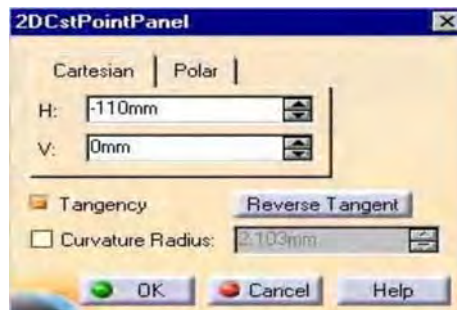

Figura 2.16: VENTANA 2DCSTPOINTPANEL.
- 2) Si se editan los puntos las coordenadas se pueden modificar e incluso aplicar las condiciones de tangencia o curvatura necesarias en el diseño en la ventana de dialogo 2DCstPointPanel como se muestra en la figura 2.16.